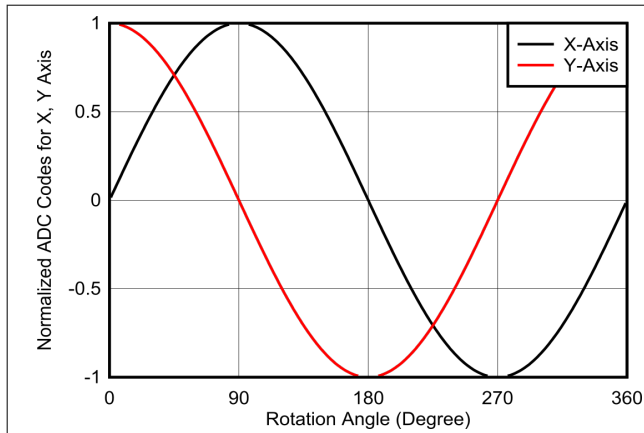
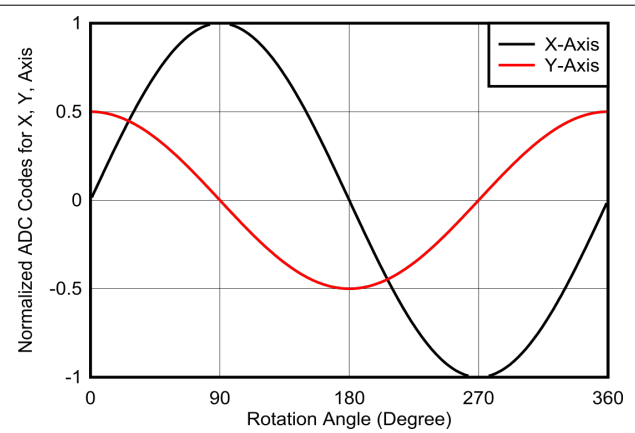

图 7-17. 进行同轴测量时 360 度全方位旋转的 X 和 Y 传感器数据
图 7-18. 进行离轴测量时 360 度全方位旋转的 X 和 Y 传感器数据
- 完整 360 度旋转的归一化图如图 7-17 或图 7-18 所示。